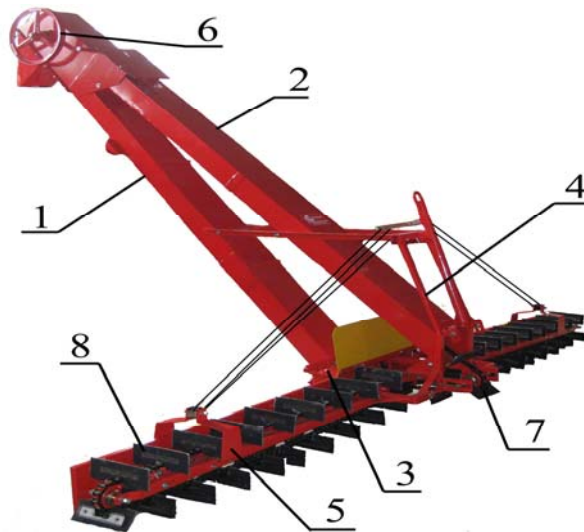

Рис. 2
**3.4.**Транспортер загрузочный (рис.2) состоит из корпуса 1, кожуха 2, двух конических редукторов 3, рамки питателей 4, питателей 5, привода 6, бесконечной скребковой цепи транспортера 7, скребковых цепей питателей 8 и служит для подачи материала в триммер.